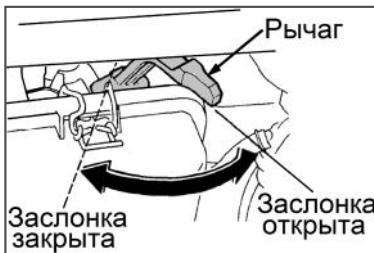

Рис. 9 Рычаг управления воздушной заслонкой
- Закройте воздушную заслонку карбюратора. Для этого переведите рычаг управления воздушной заслонкой в крайнее левое положение (Рис. 9).